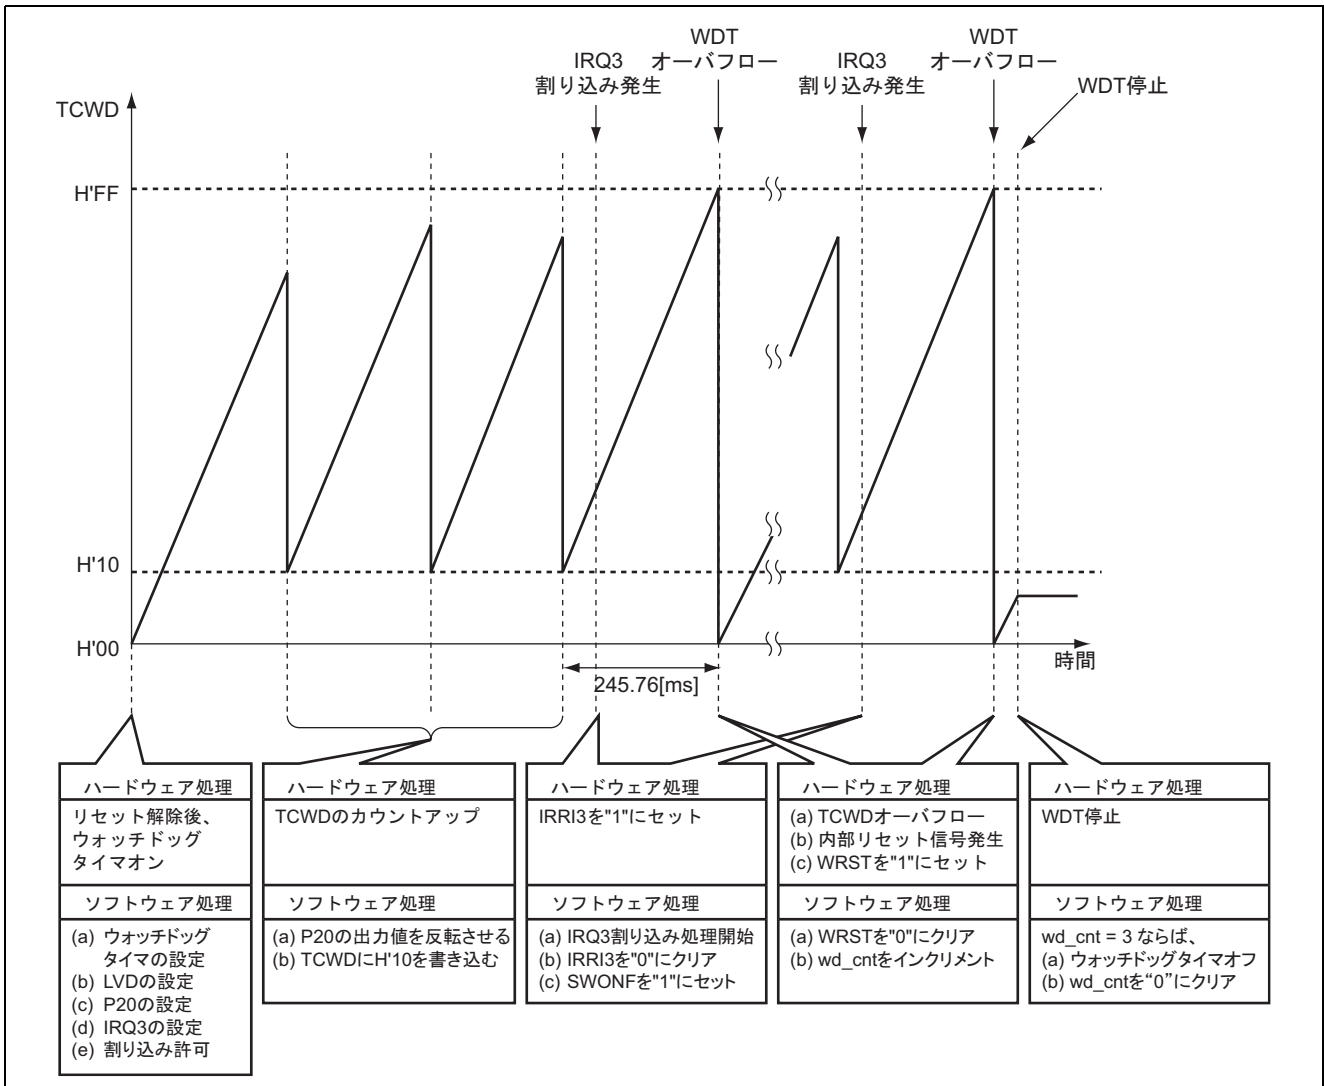

図 2 動作説明
- 図 2 に動作説明を示します。図 2 に示すようなハードウェア、ソフトウェア処理により、ウォッチドッグタイマ機能によるウォッチドッグ動作をします。